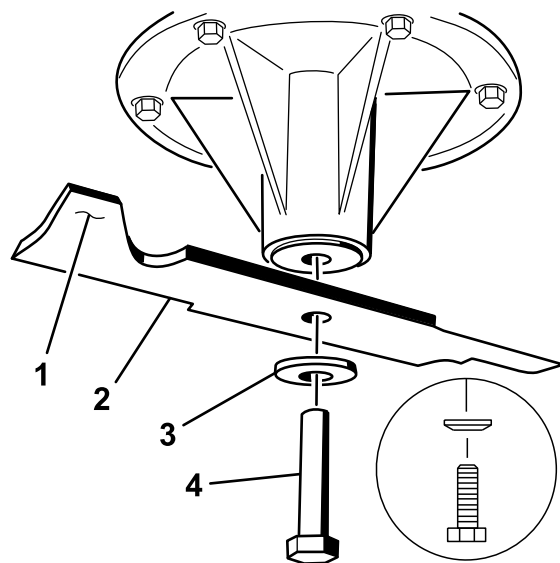
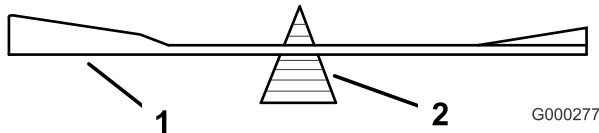

Figure 74
Figure 77
2. Pour les plateaux de coupe de 40 et 48 pouces, enlevez le boulon de lame, la rondelle bombée et la lame de l'axe de pivot (Figure 74).
2. Vérifiez l'équilibre de la lame en la plaçant sur un équilibreur (Figure 77). Si la lame reste horizontale, elle est équilibrée et peut être utilisée. Si la lame est déséquilibrée, limez un peu l'extrémité de la partie incurvée seulement (Figure 74). Répétez la procédure jusqu'à ce que la lame soit équilibrée.
1. Placez la lame sur l'axe (Figure 74).
Important: Pour obtenir une coupe correcte, la partie incurvée de la lame doit être tournée vers le haut et dirigée vers l'intérieur du carter de tondeuse (Figure 74).
2. Sur les plateaux de coupe de 40 et 48 pouces, montez la lame, la rondelle bombée et le boulon de lame (Figure 74).